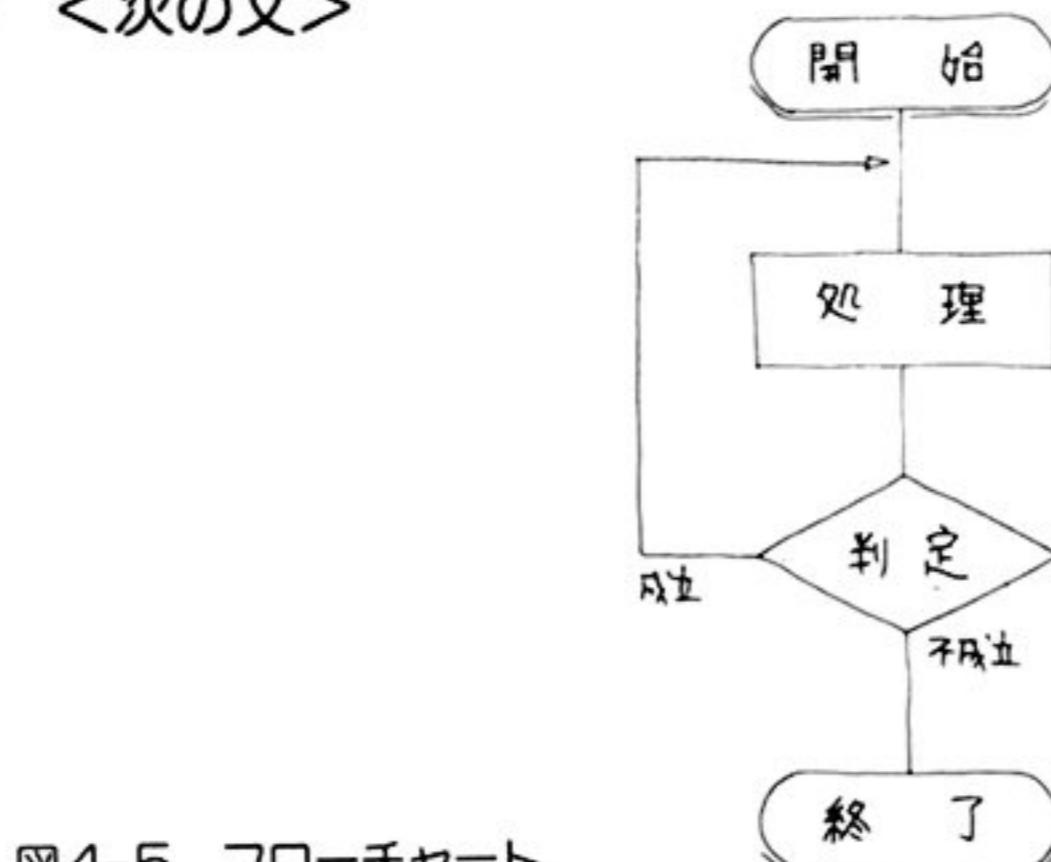

図4-5 フローチャート
② 条件が成立していても、必ず 1 回は<文>を実行したいときのループ(図 4-5)